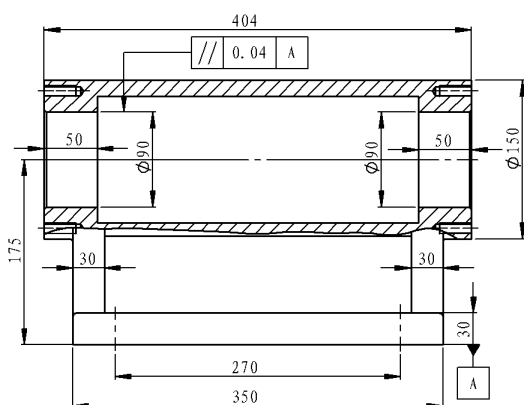

图 6.15.45 标注形位公差
(4) 单击“形位公差”对话框中的“完成”按钮  (或单击“属性”对话框中的 **确定** 按钮)，完成标注形位公差，如图 6.15.45 所示。